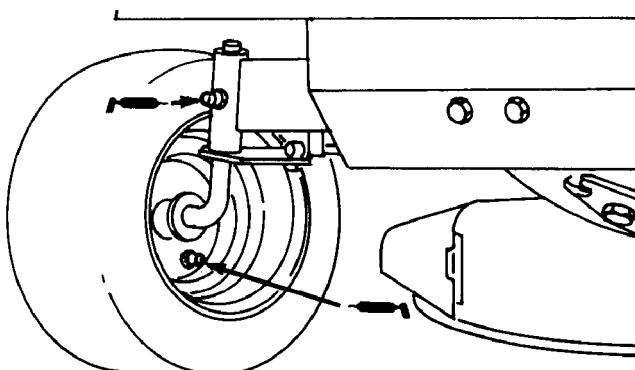

Abbildung 15
1. Die Vorderräder schmieren, bis das Fett beginnt, aus den Lagern auszutreten (Abb. 15).